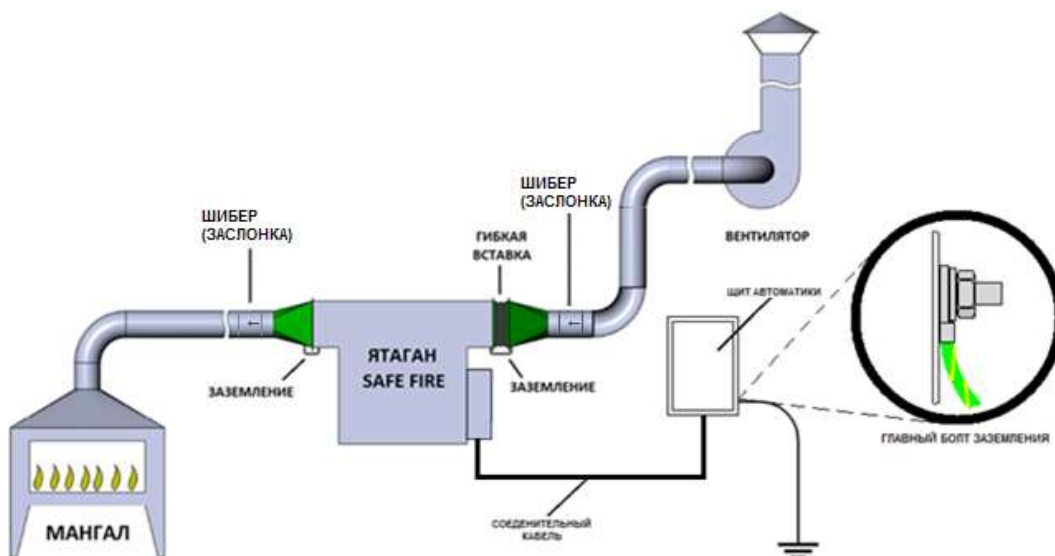

Рис. 4. Схема подключения Гидрофильтра «Ятаган «Safe Fire» к воздуховодам и заземлению.
- 1.4. Заземление производить от общего контура заземления цеха (помещения) к главному болту заземления на Щите Автоматики, обозначенного надписью «Главный болт заземления» (Рис. 4 и 11)
- 1.7. Соединить корпус установки с воздухопроводом, проводом заземления (приложены в комплекте к Гидрофильтру) с обеих сторон (Рис. 4.)